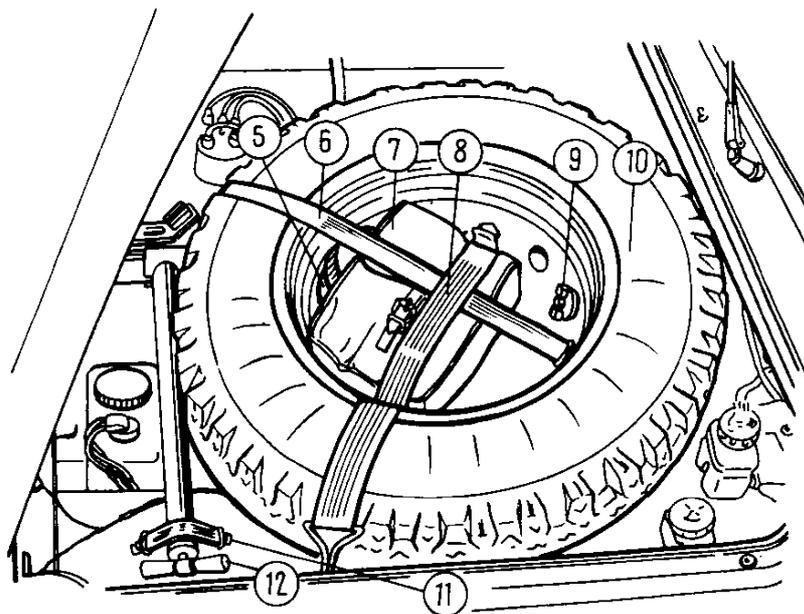

Fig. 54. Sistemazione e fissaggio utensili ed accessori:
- sistemate gli utensili, il martinetto e la ruota di scorta nella loro sede nel vano motore come è indicato nella fig. 54.